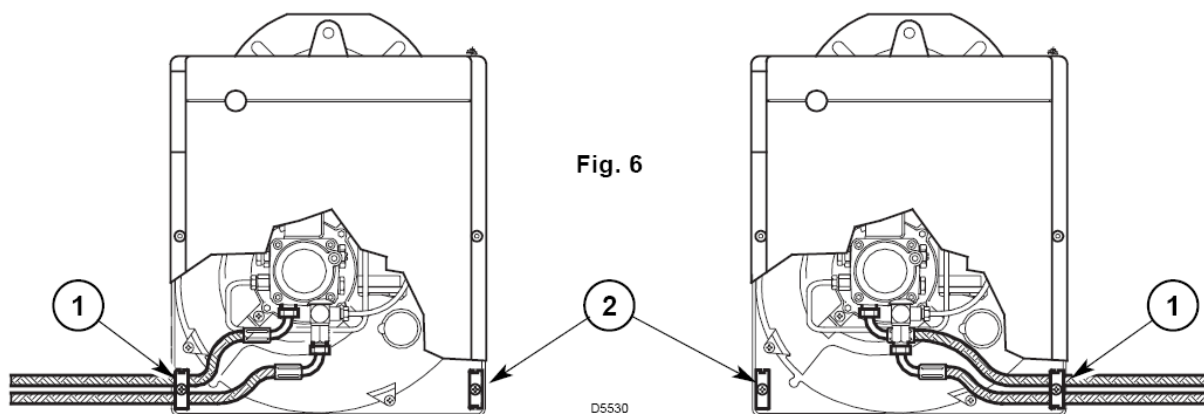

Fig. 6
Brännaren är konstruerad för att oljeslangarna skall kunna föras in från båda sidorna. Beroende på oljeslangens läge (till höger eller till vänster om brännaren), byt plats på fästplattan (1) och täckplattan (2) (se fig. 6).
På systemet i fig. 7. Det är tillräckligt att lossa på kopplingen för vakuummatning (5, fig. 6) och vänta tills olja strömmar ut.